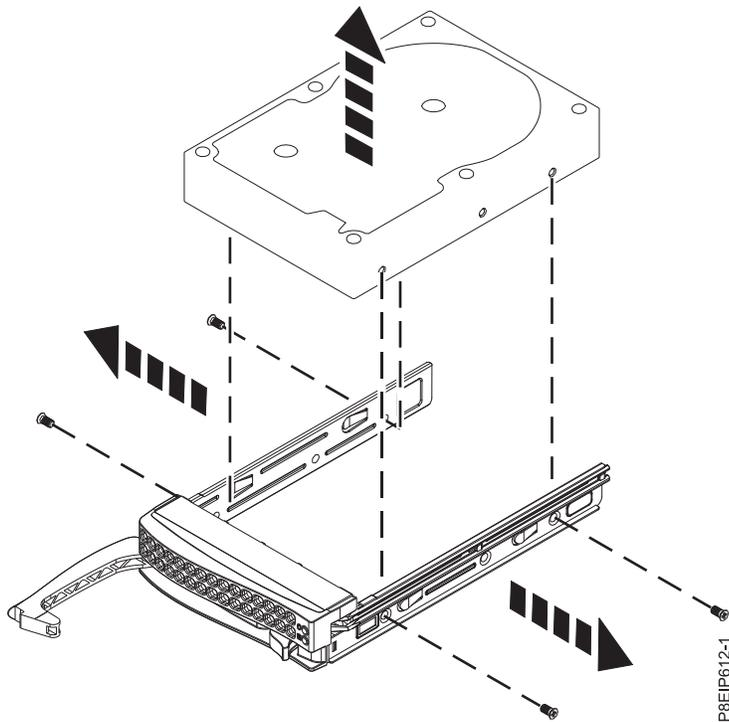

図 2. トレイからの 3.5 型ドライブの取り外し
- 3.5 型ドライブの場合、4 本のねじ (各側面に 2 本) を取り外して、ドライブをトレイの側面から外します (6 ページの図 2 を参照)。